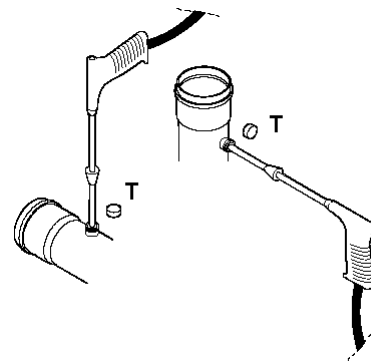

Рис. 6.3.5.1
1. снимите заглушку Т, расположенную в инспекционной секции трубы для отвода дымовых газов (рис. 6.3.5.1);